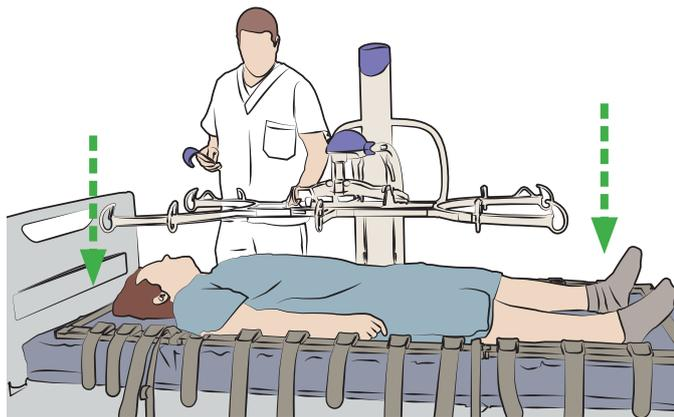

Fig. 12
3. Baje el bastidor de la camilla sobre el paciente. Vea la fig. 12